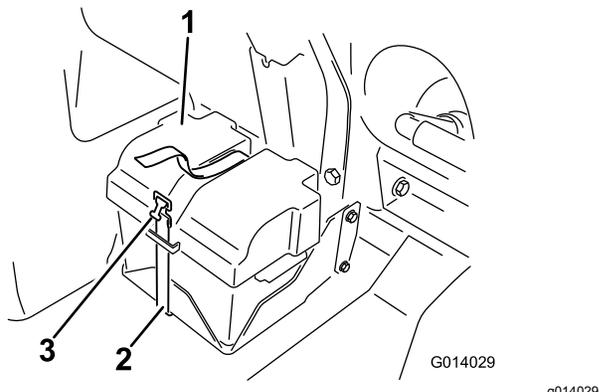

図 83
2. バッテリーについているカバーを外し、バッテリーのマイナス黒端子からケーブルを外す 図 83。
4. バッテリーカバーを取り付け、先ほど取り外したストラップで固定する 図 83。